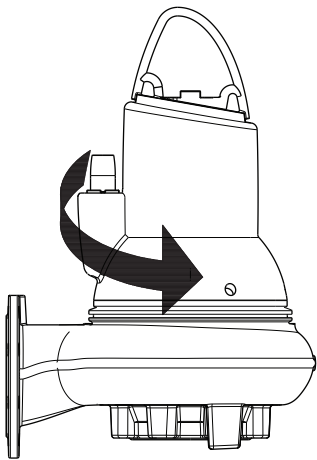

Fig. 16 Sens de secousse
2. Démarrer et arrêter la pompe tout en observant le mouvement (secousse) de la pompe. Si la pompe est branchée correctement, la rotation est en sens horaire, avec secousse en sens anti-horaire. Voir fig. 16.